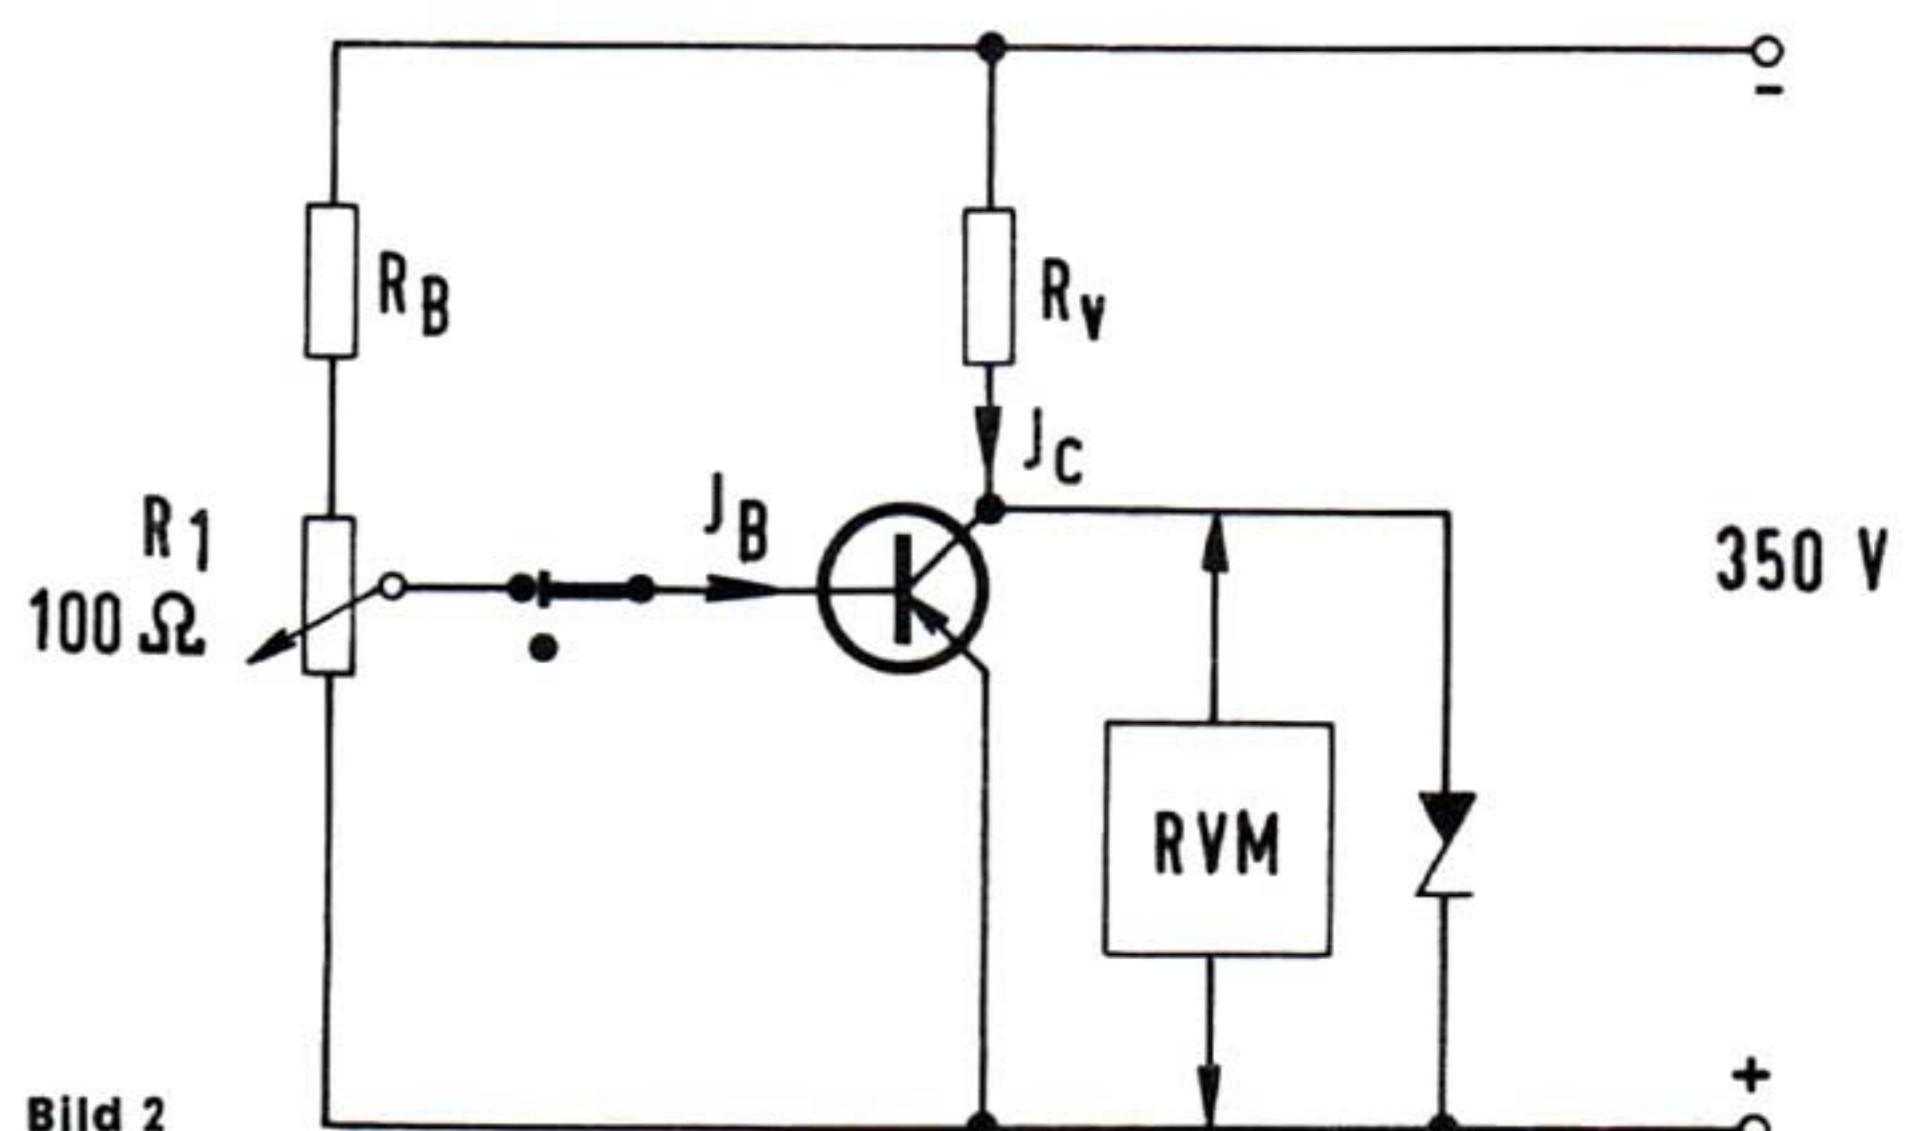

Bild 2
1. Messen der Durchbruchspannung U_{CE0} (Bild 2)
2. Messen des Leistungsdurchbruchs („Second Breakdown“ Bild 2)
Mit der Meßschaltung nach Bild 2 wird mittels des zwischen Kollektor und Emitter liegenden Universal-Voltmeters die U_{CE0} gemessen. Die Basis ist offen und der Widerstand R_V ist so einzustellen, daß $J_E = 100$ mA beträgt.
Der sekundäre Durchbruch tritt bei örtlicher Überhitzung in der Sperrschicht auf. Dieser Effekt rührt von einer heißen Stelle in der Sperrschicht her, die sich durch Konzentration des Stromes auf eine kleine Fläche bildet. Der Basisstrom fließt vom ringförmigen Basisanschluß in radialer Richtung einwärts durch die dünne Basisschicht zwischen Emitter und Kollektor. Da dieser Weg einen Widerstand aufweist, entsteht ein Spannungsgefälle, welches den Kollektorstrom in der Mitte der Basis konzentriert. Betreibt man den Transistor wiederholt im Bereich des sekundären Durchbruchs, so wird nach und nach die Sperrschicht zerstört, bis Emitter und Kollektor kurzgeschlossen sind. Diese Erkenntnis ist sehr wichtig, leider aber noch nicht allgemein bekannt. Immer wieder „sterben“ in Schaltungen Leistungstransistoren, die dem ersten Anschein nach mit den vom Hersteller angegebenen Grenzwerten nicht überfordert wurden. Die zulässige Gesamtverlustleistung eines Transistors ist abhängig von der Spannung U_{CE} . Für die für den SV 80 geeigneten Transistoren wurde mit den Transistorherstellern ein Wert festgelegt, aus dem sich nach $J = \frac{N}{U}$ bei $U_{CE} = 50 \text{ V}$ ein Strom von 350 mA ergibt. Der Vorwiderstand R_V in Bild 2 ist entsprechend einzustellen. Die Prüfung erfolgt nun so, daß der Schleifer von R_1 vom oberen Anschlag (der Transistor ist leitend, also niederohmig) nach unten in Richtung „hochohmig“ gedreht wird. Der Strom J_c bleibt wegen des relativ hohen Innenwiderstandes der Stromversorgung durch R_V annähernd konstant.